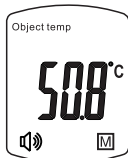

図 8.18
1. 測定ボタンを押すと、ピピッと音が鳴り、電源がオンになります。(図 8.18)